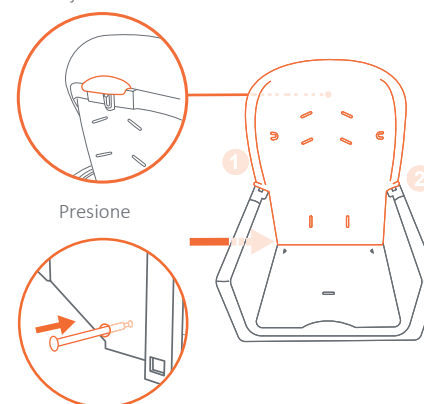

Fig. 5c
- **Presione los pasadores:** Asegúrese de que las piezas del asiento se enganchen juntas en posición vertical. Inserte el pasador hasta el fondo en cada lado de la base del asiento y pruebe la función de inclinación (Fig. 5c).